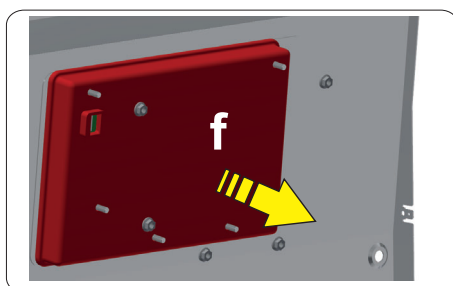

рис. 8
- Снимите пластиковую защитную коробку (положение **f** - см. рис. 8).